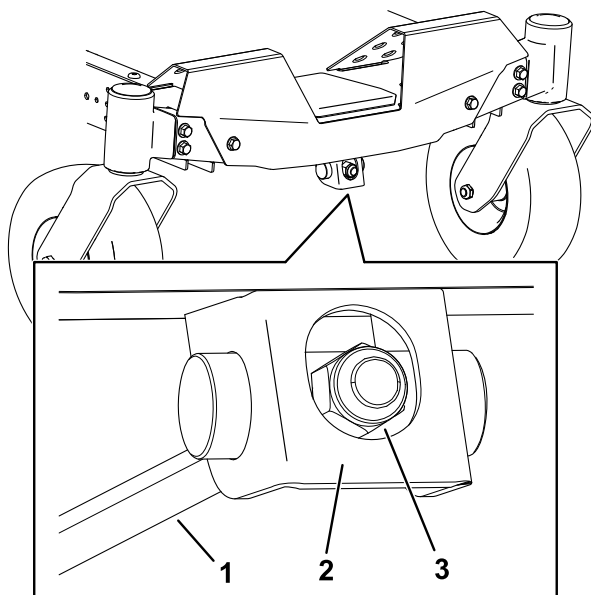

Bild 70
1. Drehen Sie die Einstellmutter an der Vorderseite des Mähers (Bild 70).